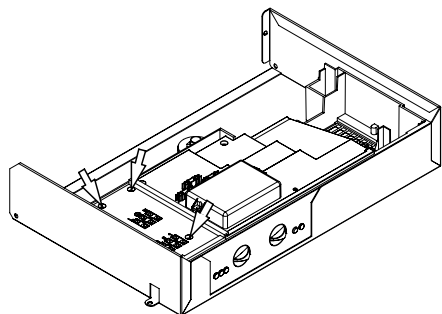

Figura 9.19
- Svitare le viti e rimuovere il coperchio copri morsettiera Figura 9.19